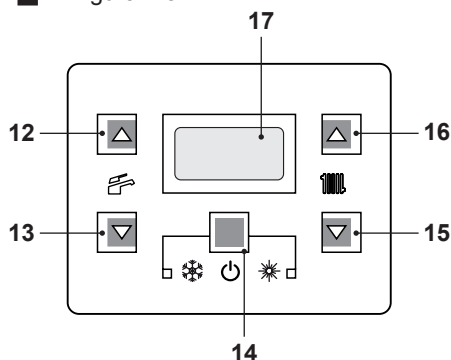

Figura 2.5
- Tenere premuto per 2 secondi il tasto 14 fino a far apparire sul display il simbolo  Figura 2.5.
La temperatura dell'acqua calda di mandata riscaldamento è regolabile agendo sui tasti 15 (diminuzione) e 16 (aumento) (Figura 2.5) da un minimo di circa 25°C ad un massimo di circa 85°C. Alla prima pressione di uno dei due tasti si ha la visualizzazione del
Comunque se la temperatura ambiente non dovesse essere confortevole si può aumentare o diminuire la temperatura di mandata dell'impianto riscaldamento di  $\pm 15^{\circ}\text{C}$  agendo sui tasti 15 (diminuzione) e 16 (aumento) (Figura 2.5).
La temperatura dell'acqua calda sanitaria è regolabile agendo sui tasti 12 (aumento) e 13 (diminuzione) (Figura 2.5) da un minimo di circa  $35^{\circ}\text{C}$  ad un massimo di circa  $60^{\circ}\text{C}$ . Alla prima pressione di uno dei due tasti si ha la visualizzazione del valore di "set", alla seconda pressione si accede alla modifica.